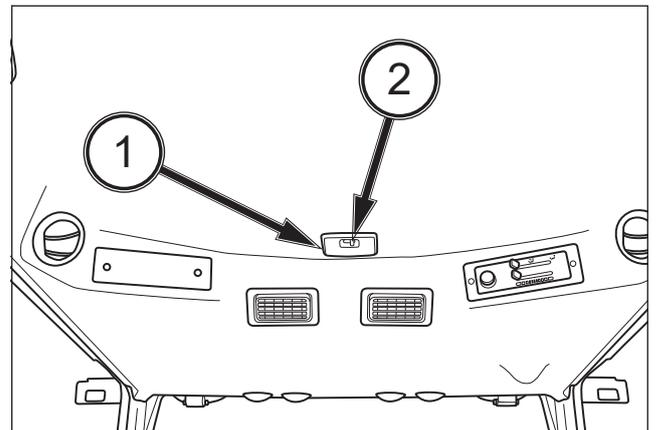

FIG. 127
FIG. 127: La lámpara del habitáculo (1) se encuentra en la parte superior de la cabina. El interruptor (2) se desplaza a la posición izquierda para encender la lámpara y a la posición derecha para apagarla. En la posición intermedia, la lámpara se enciende/apaga con la puerta de la cabina abierta/cerrada.